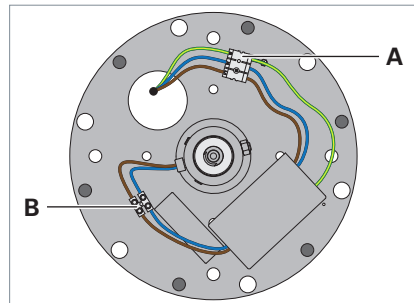

Fig. 5: Anschließen.
- Verbinden Sie die Leitungen aus dem Deckenrohr mit der Klemme **B**, siehe Fig. 5. Achten Sie dabei auf eine korrekte Zuordnung der farbigen Leitungen, siehe Fig. 5.